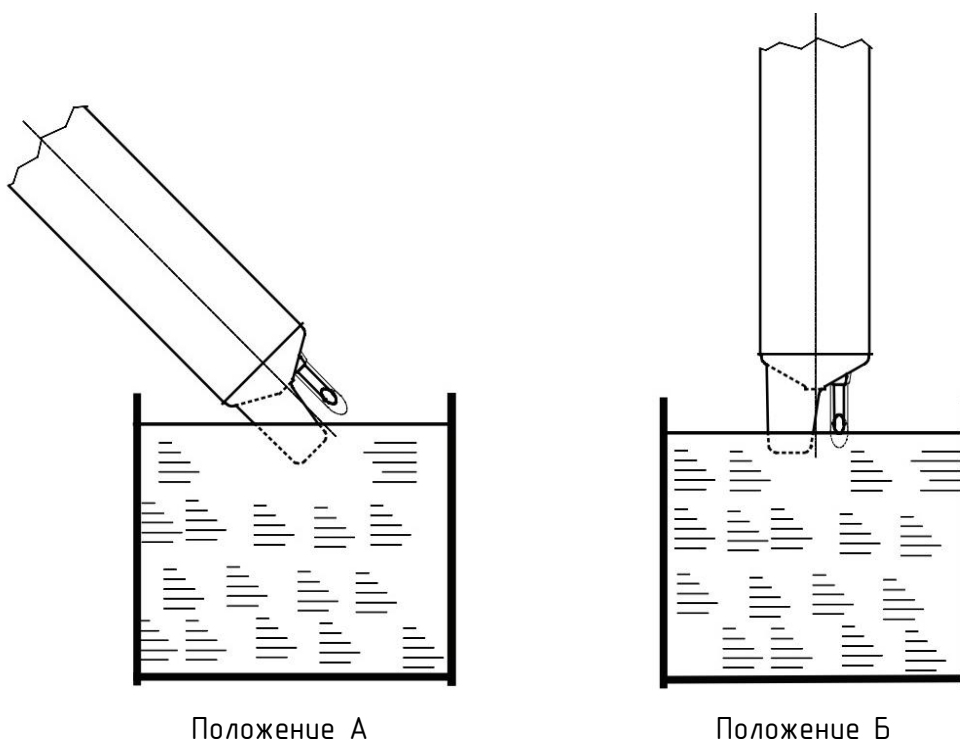

Рисунок 9 – Сенсоры измерительного зонда
4. Проверка датчика фазы (см. Рисунок 9):